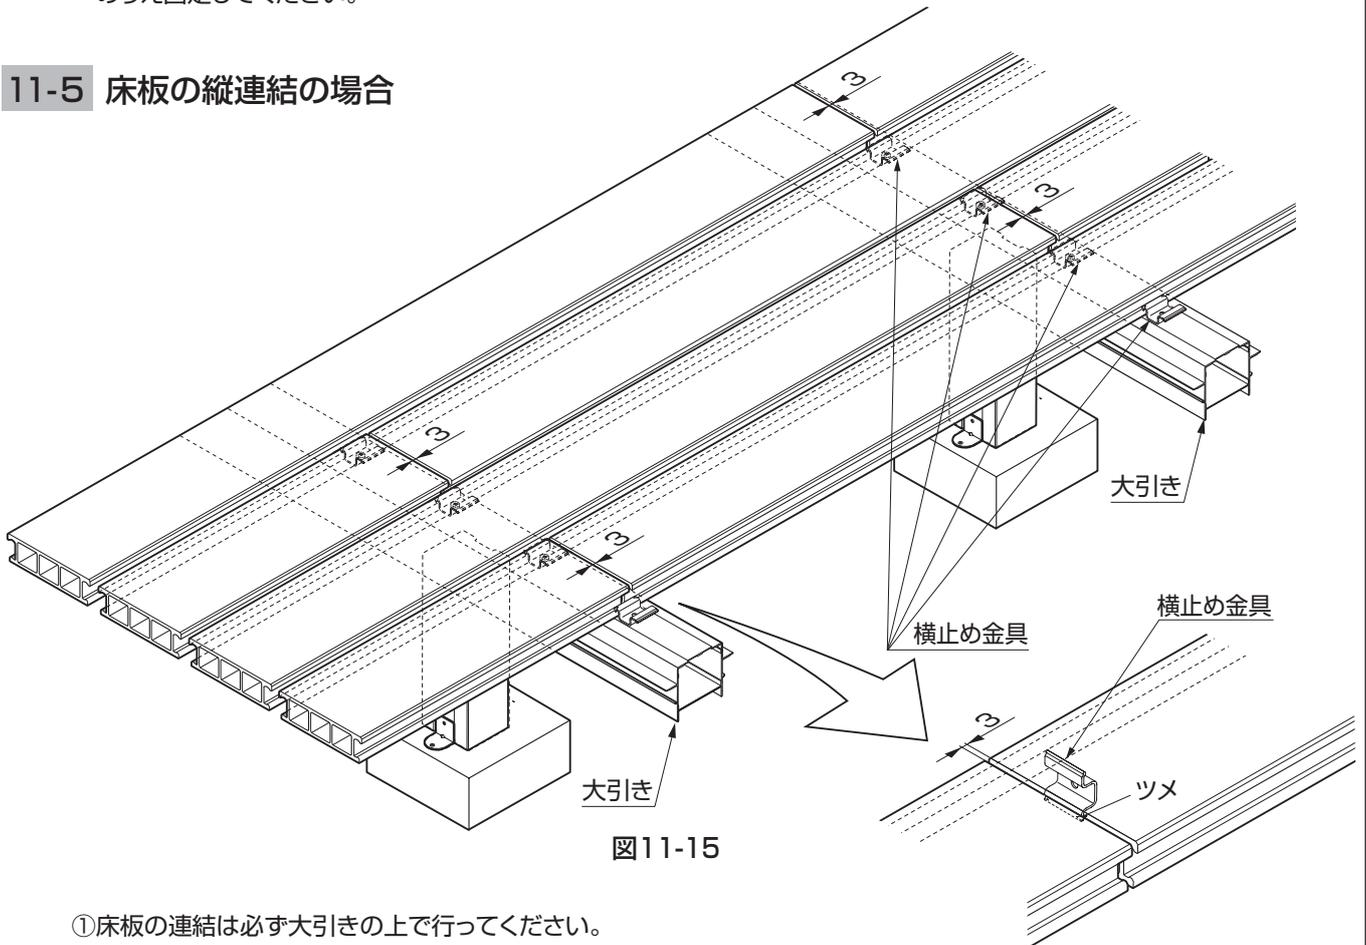

図11-15
- ① 床板の連結は必ず大引きの上で行ってください。
- ② 床板連結部のすき間は3mmにしてください。
- ③ 連結部の床板小口は軽く(1mm以下)面取りをしてください。
- ※ 図11-15は床板を干鳥で張った場合です。目地をそろえて床板を張る場合も同様にしてください。